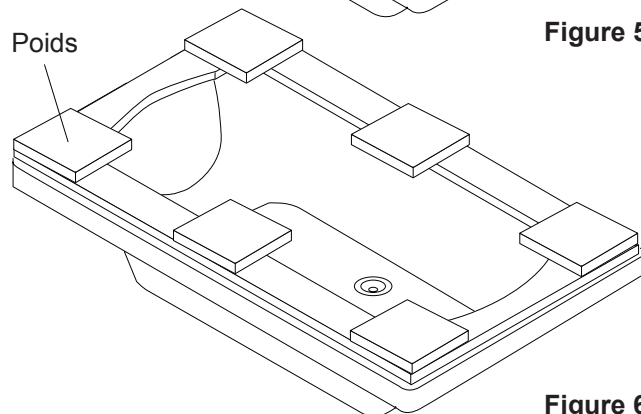

Figure 6
- ⑦ Le cadre doit être en contact avec l'adhésif à tous les points. Déposez les poids libres (approx. 2,3 kg chacun) sur le cadre pour le tenir en place pendant le séchage de l'adhésif (Figure 6). Éliminez immédiatement tout excédent d'adhésif avec un chiffon propre et sec avant qu'il ne durcisse. Allouez 24 heures pour la prise de l'adhésif avant de continuer.